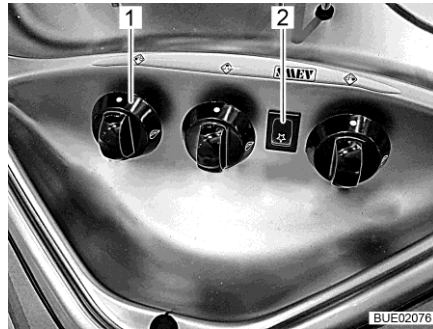

Bild 228 Reglage, knappar för gasspis
- Vrid vridregulatorn (Bild 228,1) till önskad låga till tändningsläge (stor låga).
- Tryck på tändknappen (Bild 228,2). Nu bildas tändgnistor vid brännaren.